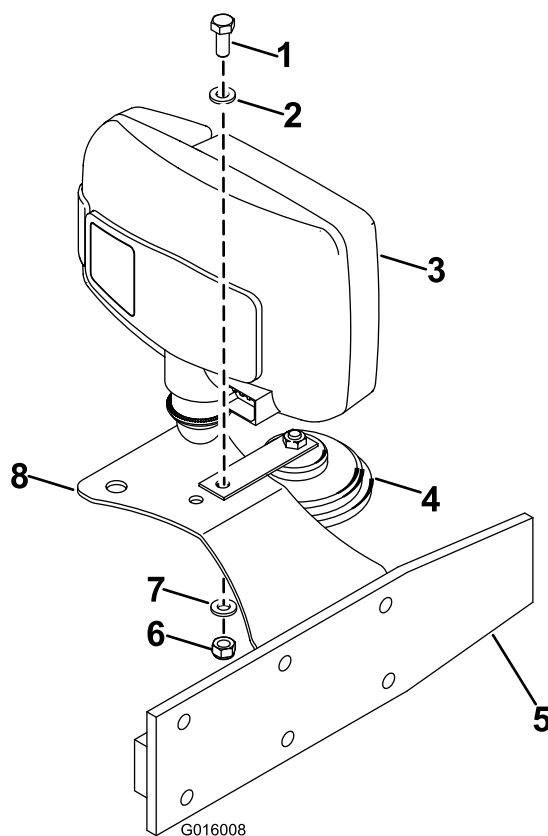

Figura 7
5. Monte el claxon en el soporte izquierdo según se muestra en Figura 7. Sujételo con un perno (M8 x 20), 2 arandelas (M8) y una tuerca (M8).